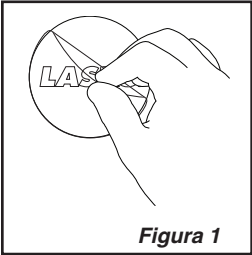

Figura 1
3. Remueva la película de plástico del adorno y deséchela. *(Figura 1)*